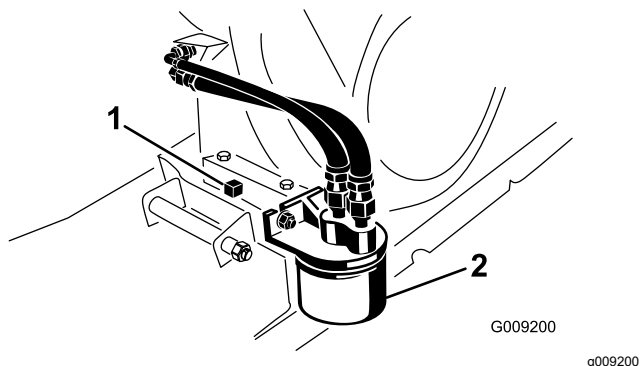

图 33
- 在排油塞下方放一个放油盘图 33。
- 取出排油塞和密封件图 33。
- 拆下现有机油滤芯图 33。
- 将新滤芯拧到滤芯适配器上直至垫片接触到安装板然后将滤芯旋紧 1/2 至 3/4 半圈图 33。